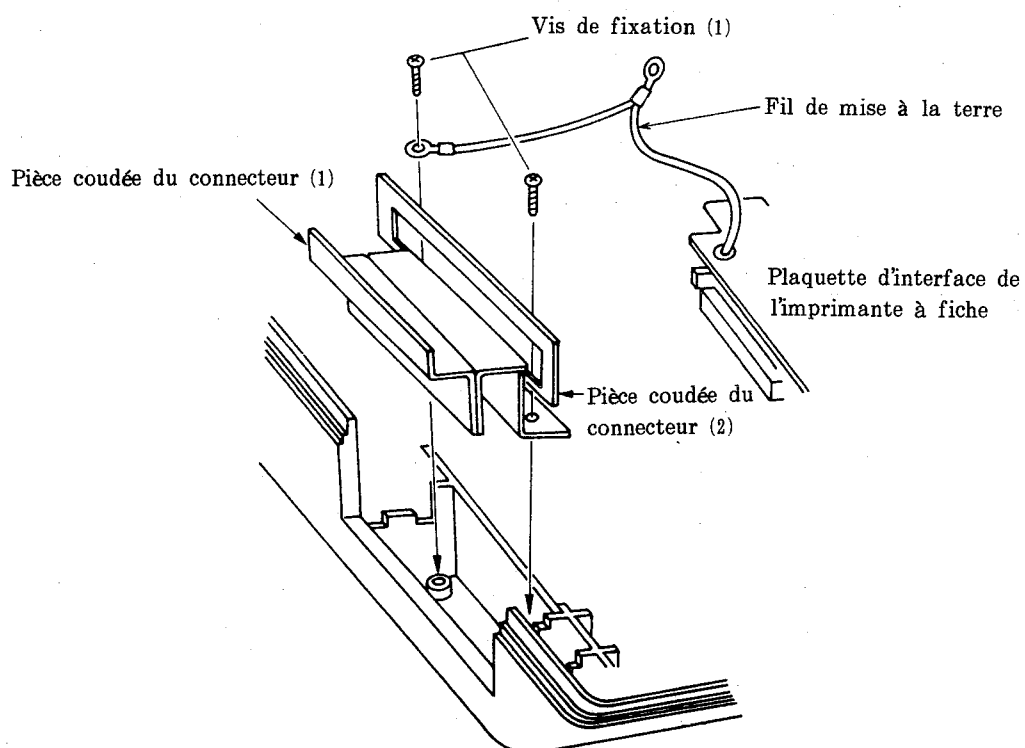

Fig. 41
- 5) Installer en même temps les pièces coudées (1) et (2) des connecteurs et le fil de mise à la terre sur le boîtier inférieur. (Voir la Fig. 41.)